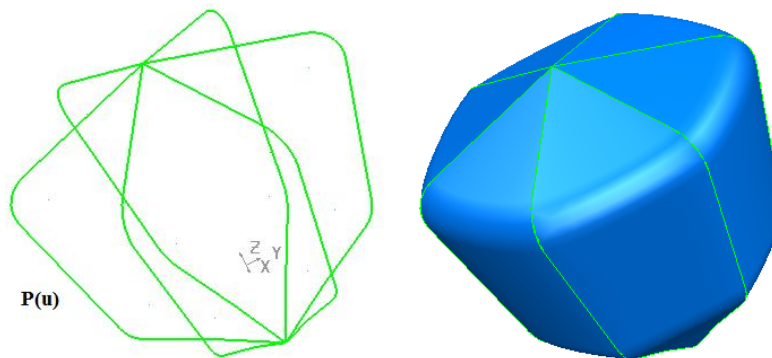

Figura 1.12 Sólido formado con seis superficies regladas.
- Por revolución. Dada una curva $P(u)$ y un eje, se obtienen perfiles a partir de la curva rotándola respecto al eje. La Figura 1.12 muestra el resultado de generar curvas por rotación para posteriormente generar superficies regladas. Obsérvese que el resultado no es una superficie de revolución.